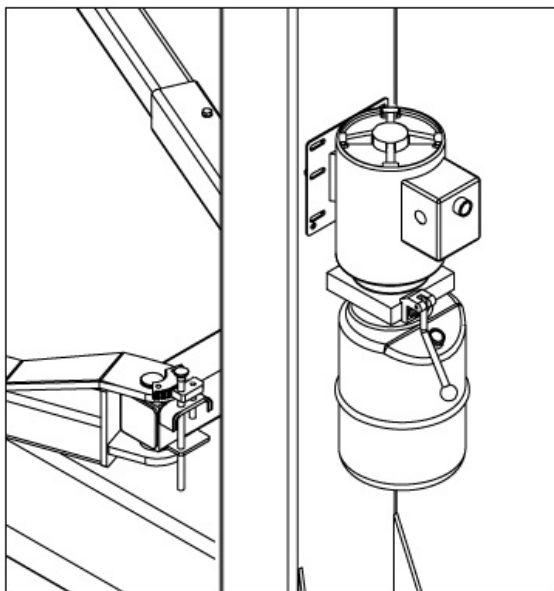

Рис. 32
- Установите насос на панель, как показано на рис. 32 и зафиксируйте его в нижней части главной стойки.